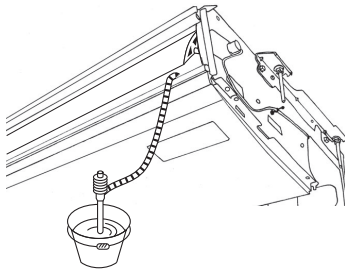

Fig. 5-3
5. Ελέγξτε την αποστράγγιση. (Fig. 5-3)